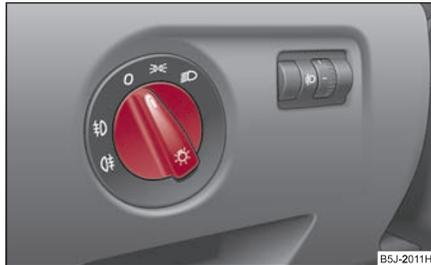

Abb. 46 Schalttafel: Lichtschalter
- Drehen Sie den Lichtschalter \Rightarrow Abb. 46 in Stellung \Rightarrow .
- Drehen Sie den Lichtschalter in Stellung O \Rightarrow Abb. 46.
- Schalten Sie den Lichtschalter in die Stellung Standlicht \Rightarrow oder Abblendlicht \Rightarrow D \Rightarrow Abb. 46.
Bei Fahrzeugen mit **Rechtslenkung*** weicht die Anordnung der Schalter zum Teil von der auf \Rightarrow Abb. 46 gezeigten Anordnung ab. Die Symbole, die die Schalterstellungen markieren, sind jedoch gleich. ▶